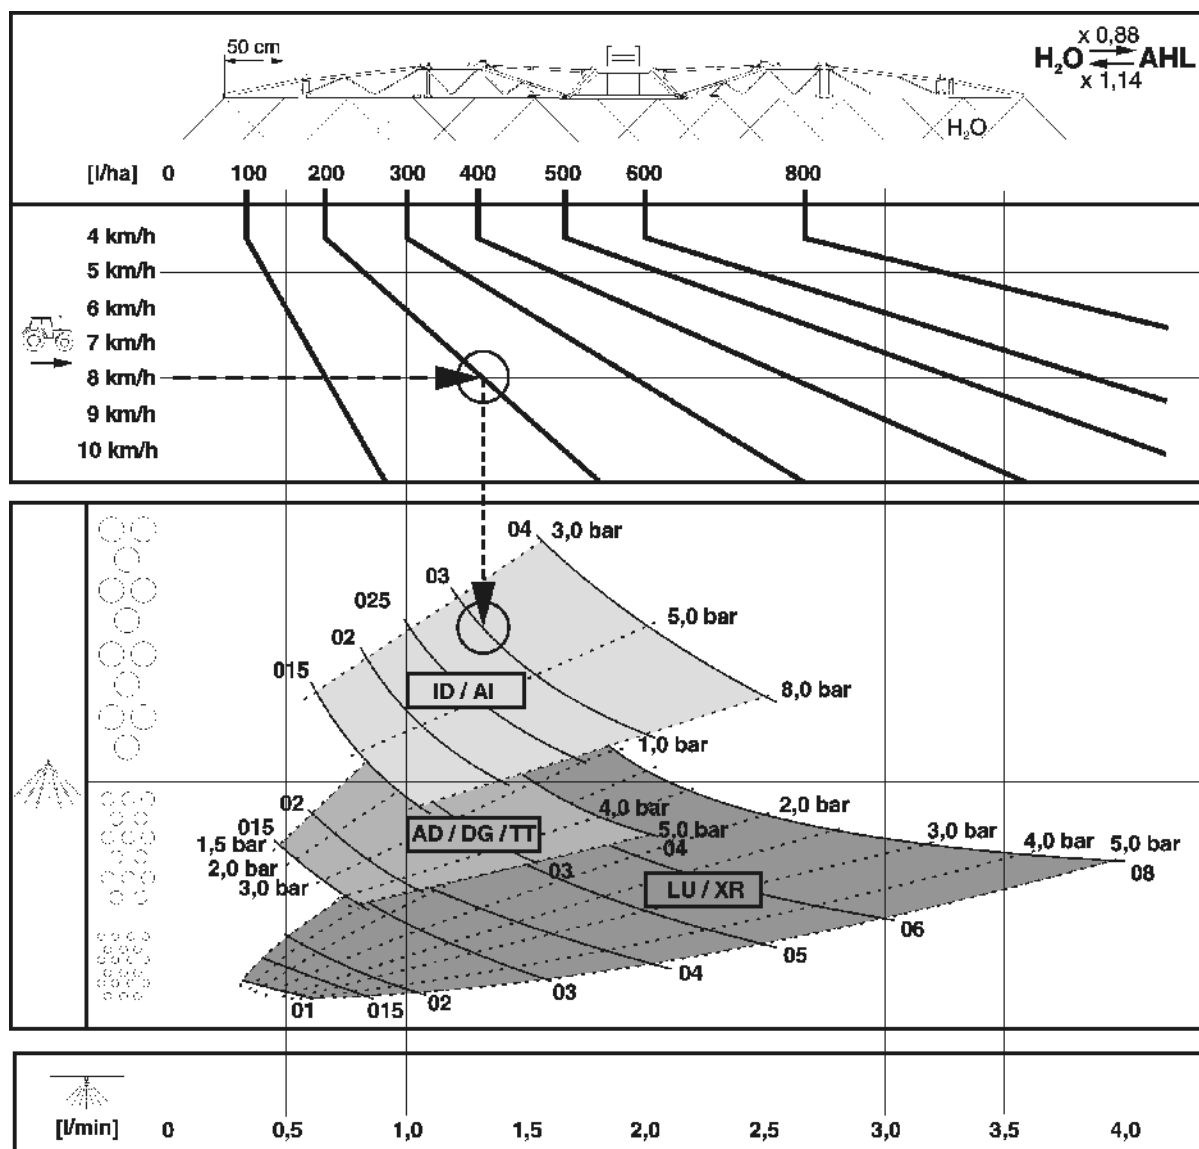

Fig. 151
- Fig. 151 brukes til å finne en egnet dysetype. Dysetypen bestemmes ut fra